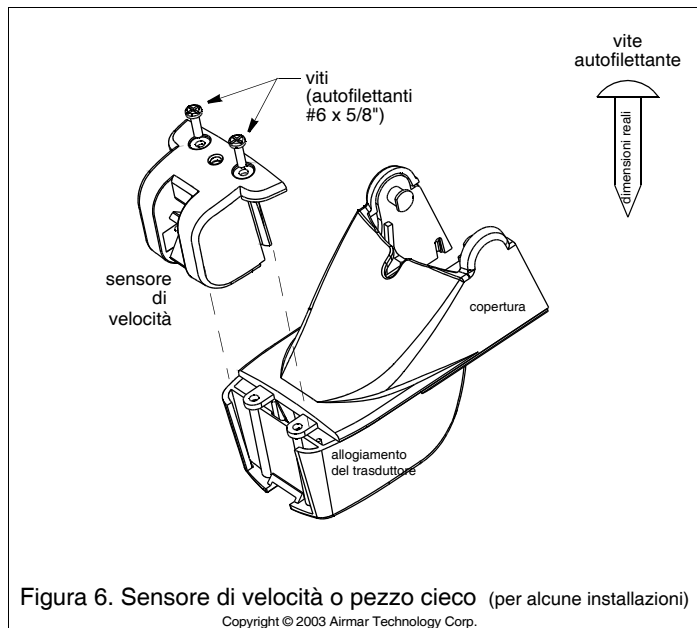

Figura 6. Sensore di velocità o pezzo cieco (per alcune installazioni)
1. Rimuovete le due viti che fissano il sensore di velocità all'alloggiamento del trasduttore (Figura 6).
5. Inserite le guide laterali del sensore di velocità o del pezzo cieco nelle scanalature sul retro dell'alloggiamento del trasduttore (Figura 6). Fatelo scorrere verso il basso. Fissate il sensore di velocità o il pezzo cieco con due viti autofilettanti #6 x 5/8".